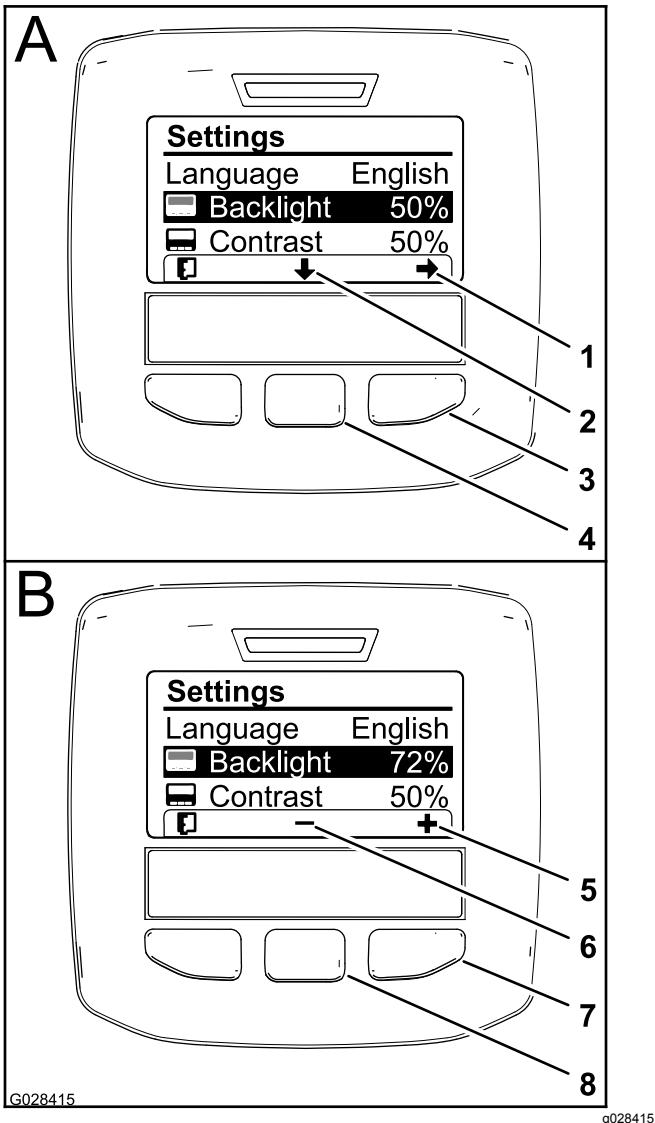

Figura 10
- Para ajustar los niveles de retroiluminación o de contraste de la pantalla, pulse el botón de selección central (el botón situado debajo del ícono de flecha abajo en la pantalla) para mover la opción seleccionada hacia abajo hasta el ajuste de Backlight (Retroiluminación) o Contrast (Contraste) (Figura 10).
2. Pulse el botón de selección derecho para mostrar el menú contextual Ajuste de valor (Figura 10).
3. Utilice el botón de selección central y el botón de selección derecho para cambiar el nivel de brillo o contraste de la pantalla (Figura 10).
4. Pulse el botón de selección izquierdo para guardar la selección (Figura 10).